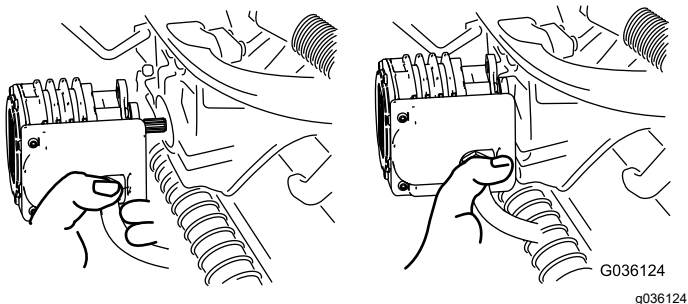

Figure 58
5. Amenez le moteur à la position de rangement sur l'avant du bras de suspension (Figure 58).